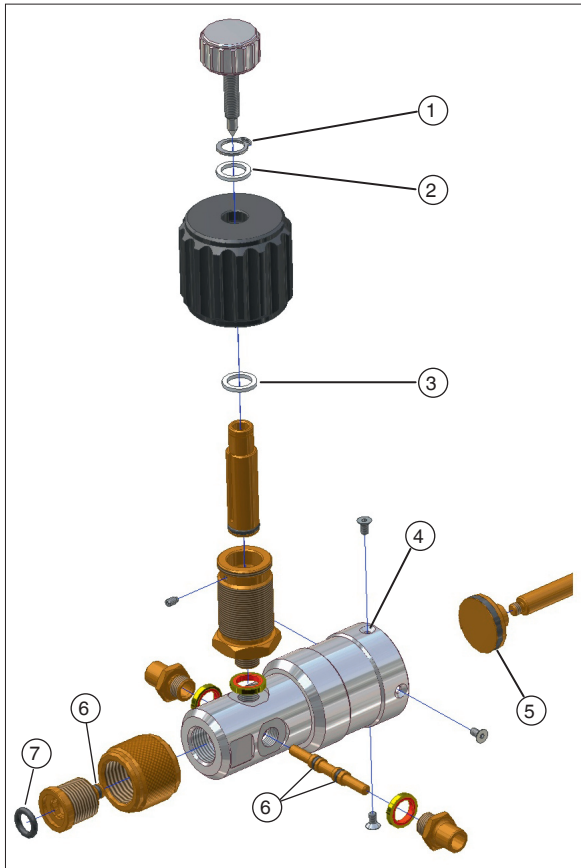

Abb. 1 - Einbau der Dichtringe, Dichtscheiben und O-Ringe
- ▶ Auf die richtige Reihenfolge der Bauteile achten, siehe Abb. 1 „Einbau der Dichtringe, Dichtscheiben und O-Ringe“!